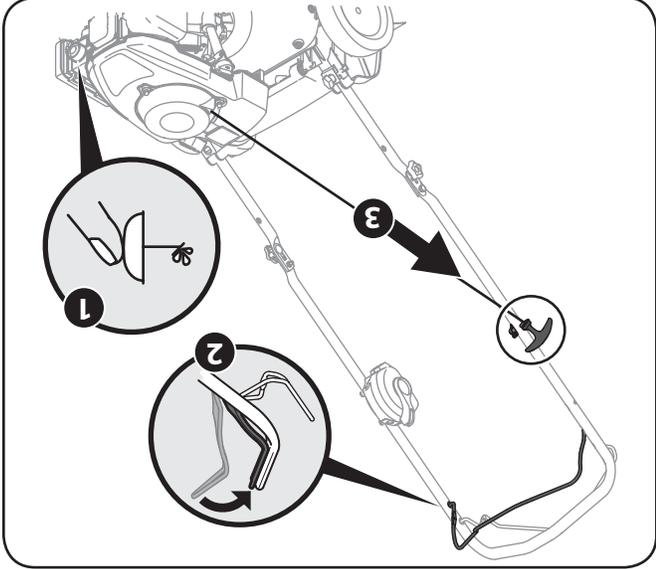

Figure 5-2
1. Appuyez 3 fois sur l'amorceur. Attendez environ 2 secondes entre chaque pression. Voir la Fig. 5-2. Si la température est inférieure à 10° (50°F), appuyez 5 fois. Lorsque le moteur est chaud, une seule pression peut être suffisante, quelle que soit la température.
3. Tirez sur la poignée du démarreur jusqu'à ce que vous sentiez une légère résistance, puis tirez plus rapidement pour surmonter la compression, empêcher le recul et faire démarrer le moteur. Répétez au besoin. Voir la Fig. 5-2.